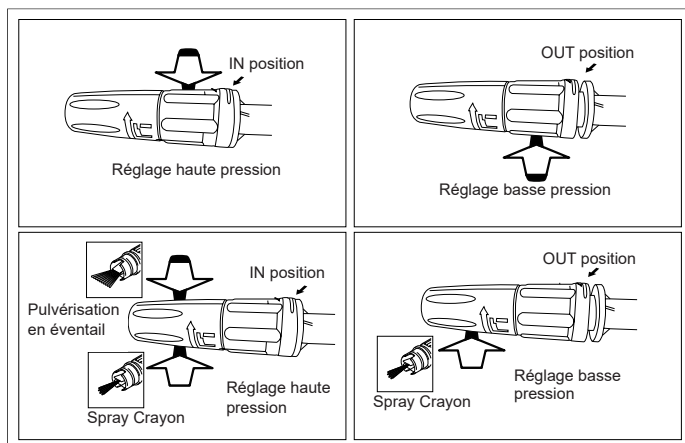

Fig.10
- La buse de pulvérisation réglable avait deux (2) positions (Fig. 10):